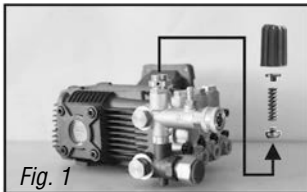

Fig. 1
2. Remove the adjustment knob screw (#44), Adjustment knob cap (#45), adjustment knob, (#46) upper spring seat (#80), spring (#47) and lower spring seat (#48) (Fig. 1).
2. Retirez la vis de bouton de réglage (n° 44), le capuchon du bouton de réglage (n° 45), le bouton de réglage (n° 46), le siège de ressort supérieur (n° 80), le ressort (n° 47) et le siège de ressort inférieur (n° 48) (fig. 1).